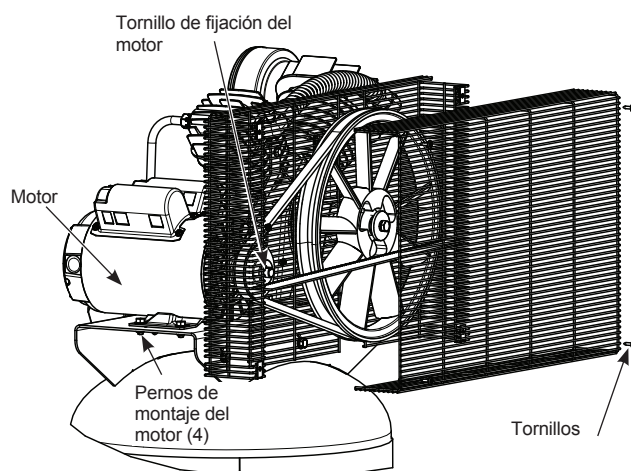

Fig. 7
1. Retire la parte delantera del protector de la correa retirando los tornillos utilizando un destornillador (Vea Fig. 7).
4. Vuelva a apretar los pernos de montaje del motor hasta una torsión de 27-34 N-m (20-25 pulg-lb) (Vea Fig. 7).
1. Retire la parte delantera del protector de la correa retirando los tornillos utilizando un destornillador (Vea **Fig. 7**).